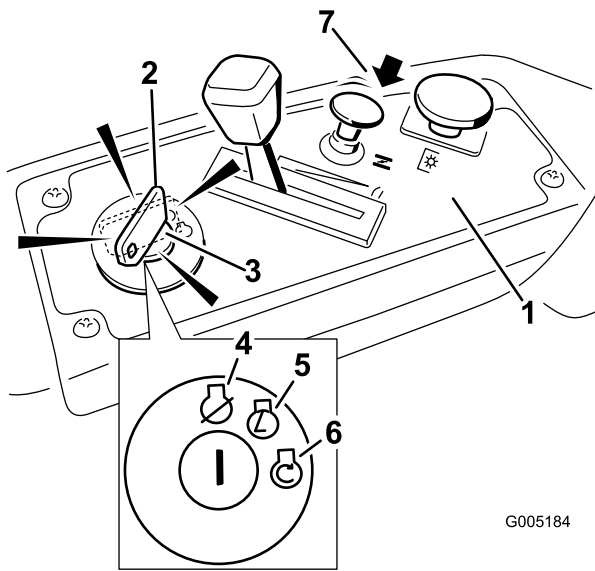

Bild 12
4. Drehen Sie den Zündschlüssel auf Start, um den Anlasser zu aktivieren. Lassen Sie den Schlüssel los, wenn der Motor anspringt (Bild 12).
- Schieben Sie nach dem Anspringen des Motors den Chokehebel langsam rein (Bild 12). Wenn der Motor unregelmäßig läuft oder aussetzt, ziehen Sie den Choke heraus und lassen Sie den Motor für ein paar Sekunden laufen. Drücken Sie den Choke dann rein. Wiederholen Sie diesen Vorgang nach Bedarf.
- Stellen Sie den Gasbedienungshebel zwischen Halb- und Vollgas (Bild 12).